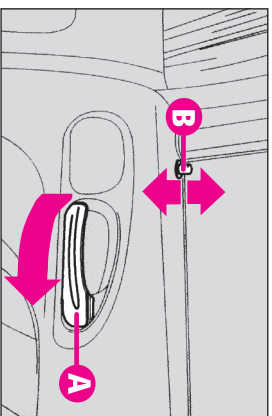

fig. 3
- pentru deschiderea ușii trageți de maneta de deschidere (A-fig. 3).
- Pentru a închide ușa, apăsați butonul (B fig.3) și apoi închideți-o.